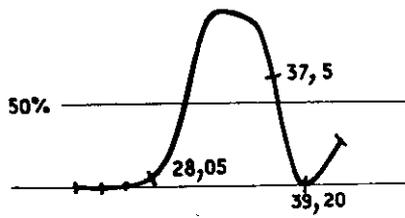

Fig: 3
1. Visser 325 pour mettre le marqueur 39,2 MHz au pied la courbe (voir fig. 3) ;